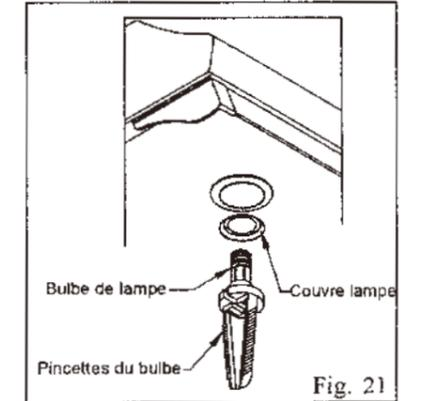

Fig. 21
- (b) Tournez le couvercle de la lampe dans le sens contraire des aiguilles d'une montre et utilisez les morailles du bulbe de la lampe pour le tourner dans le sens contraire des aiguilles d'une montre. (Fig.21).
- Turn the lamp cover counterclockwise and use lamp bulb tongs to turn the lamp bulb off counterclockwise (Fig.21).